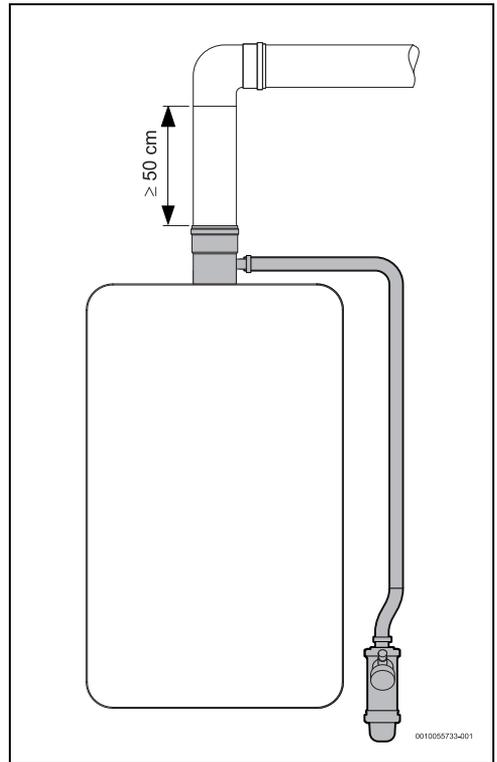

Fig. 17 Recolha de condensados (conduta horizontal)
- o comprimento do primeiro troço da conduta seja vertical e superior a 50 cm (Fig. 17).